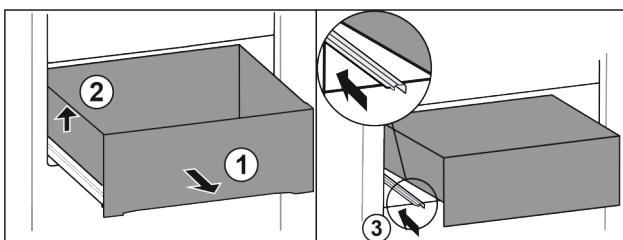

Fig. 31
- ▶ Izvadite ladicu do graničnika. Fig. 31 (1)
- ▶ Podignite ladicu lijevo. Fig. 31 (2)
- ▶ Gurnite lijevu vodilicu. Fig. 31 (3)